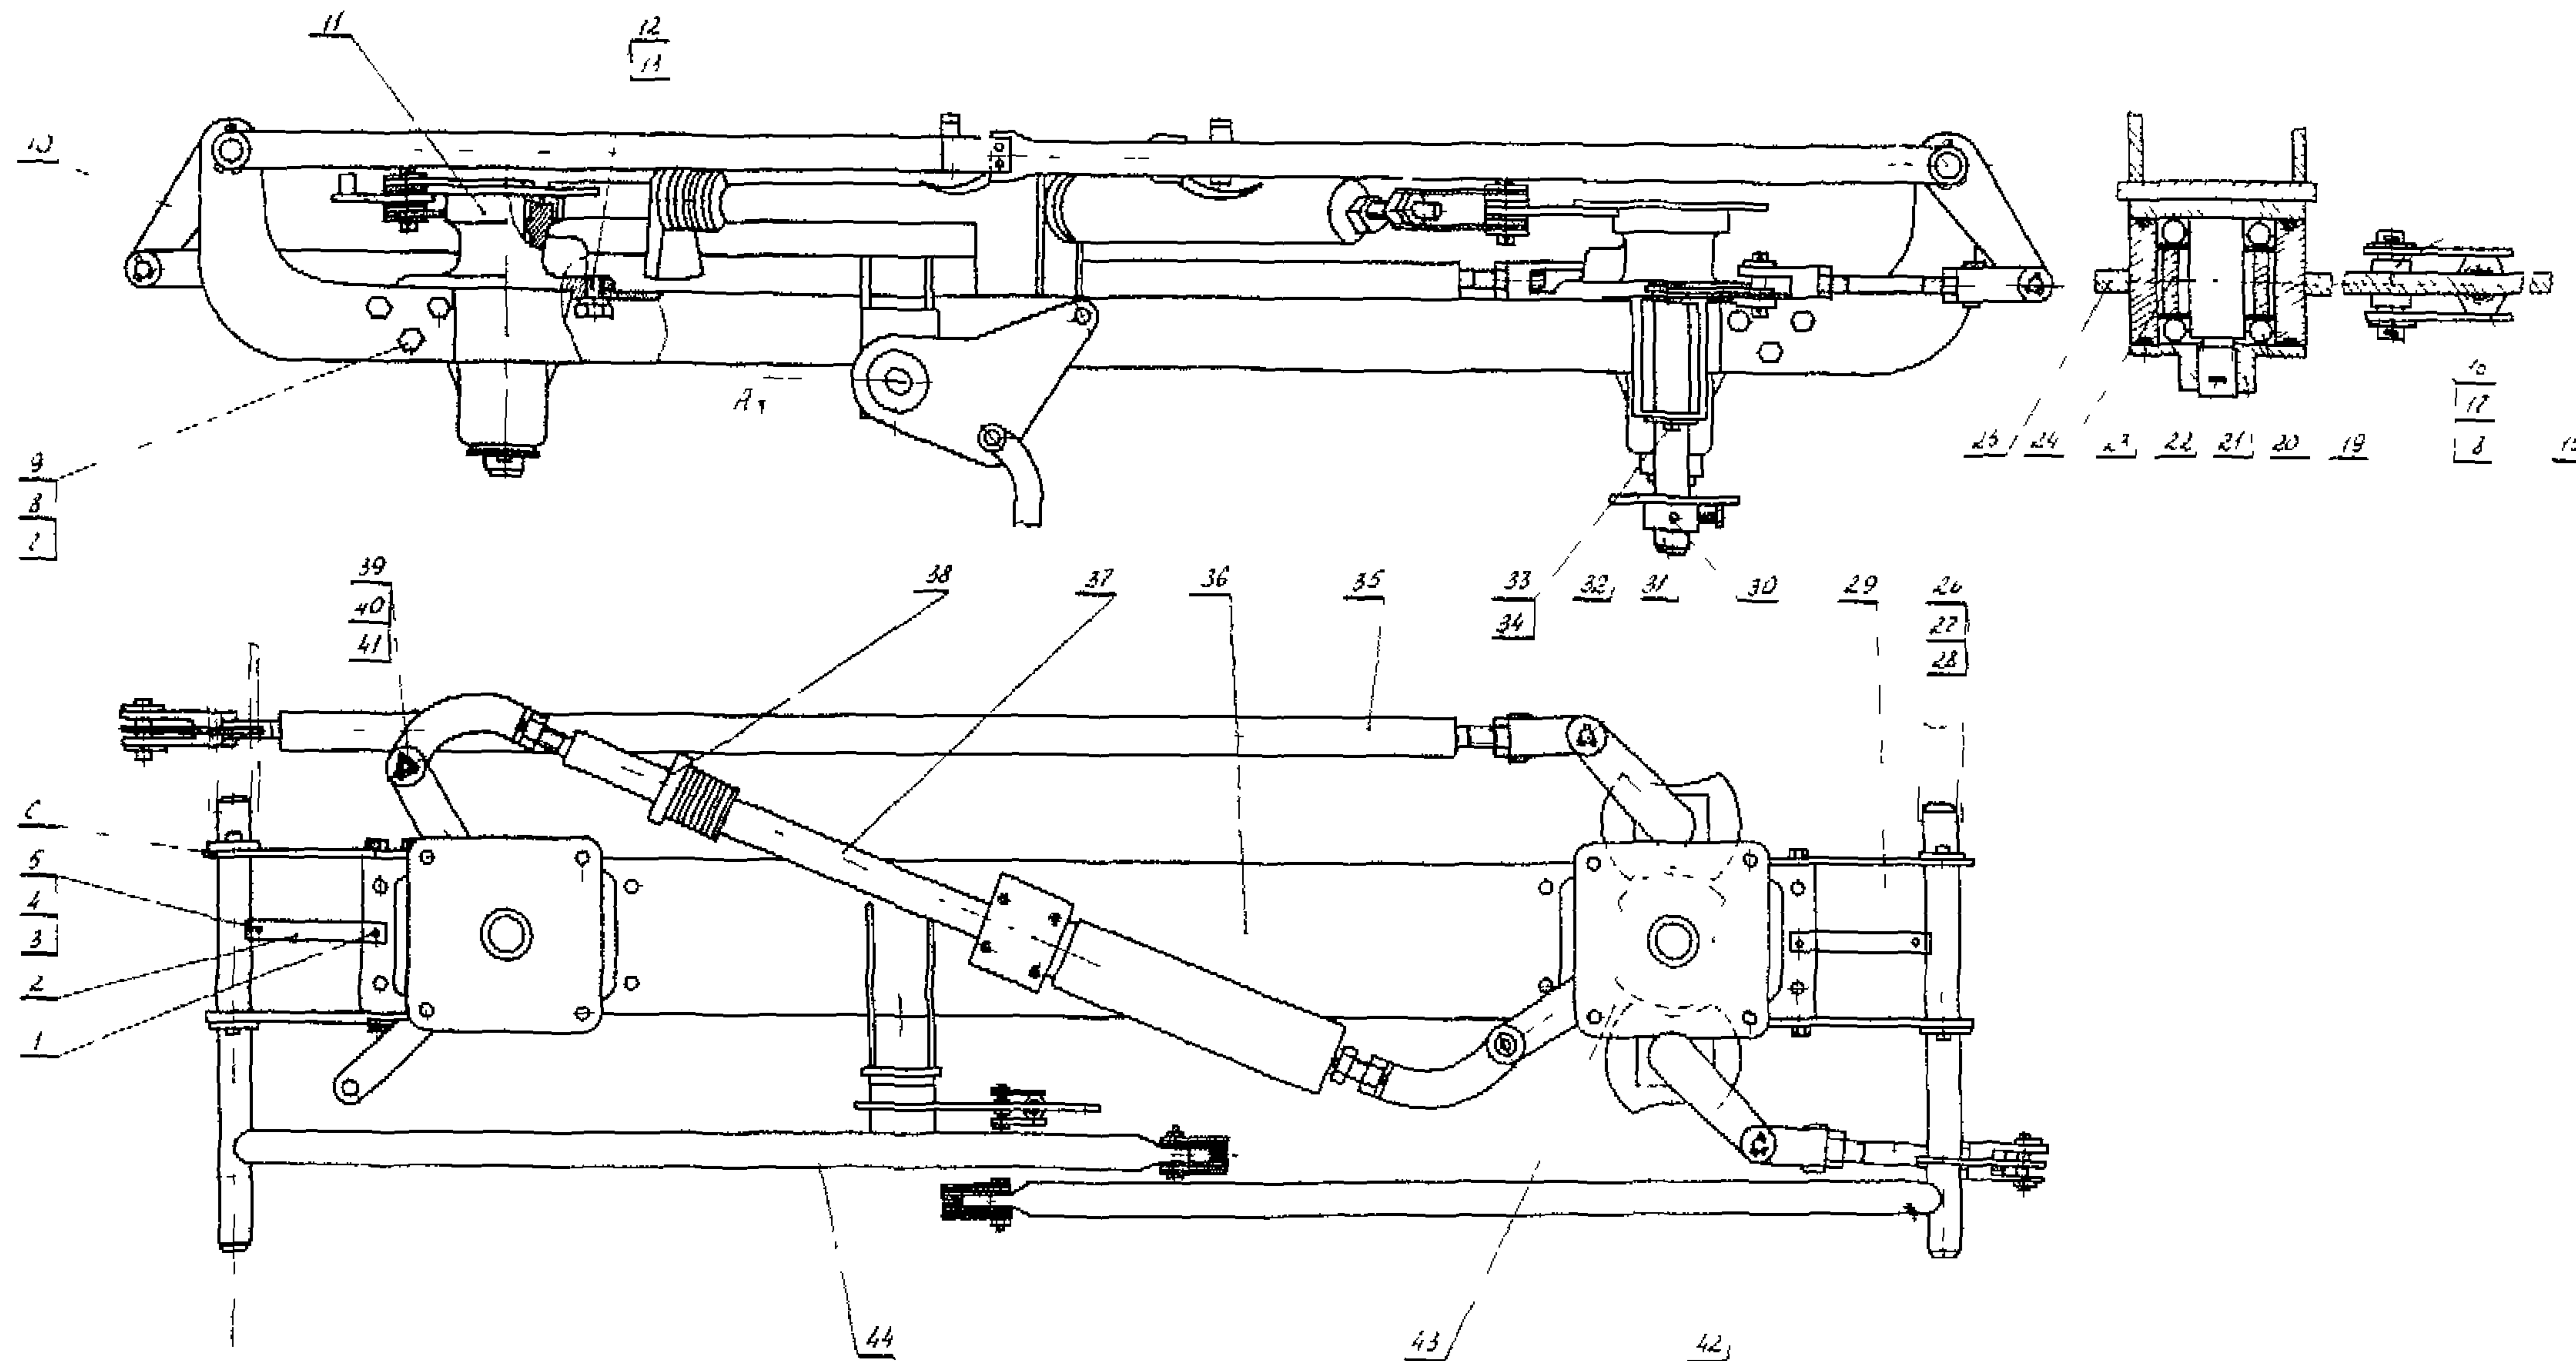

Рис. 3. Цоколь ведущего пояса:
02.6. Расшлинтовать, отсоединить и снять тяги 29 (рис. 3) и 35.